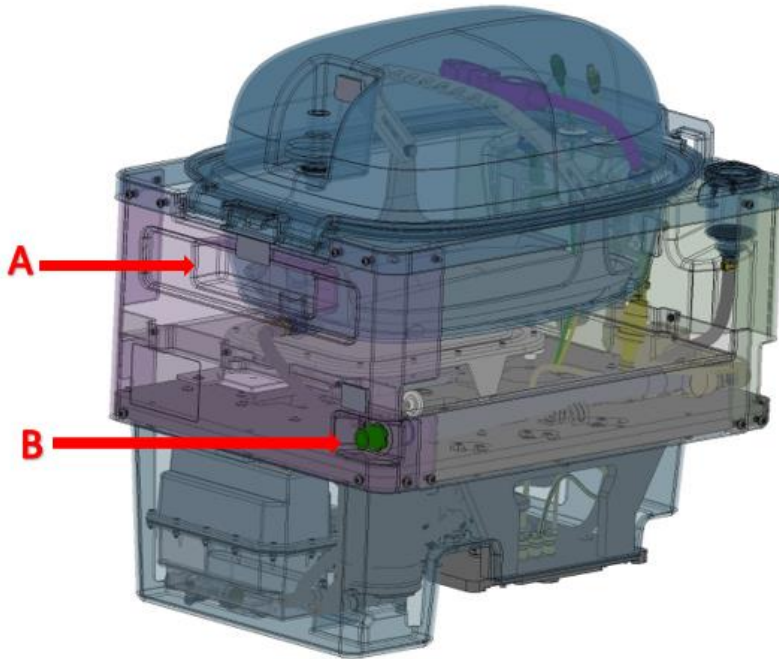

Figure 6 : Vue arrière de la chambre d'organe de perfusion pulmonaire TorEx (avec couvercle)
9. Faites sortir le tuyau de ventilation à l'arrière de la chambre d'organe TorEx (emplacement B, figure 6) et fixez-le à l'orifice de ventilation du chariot.